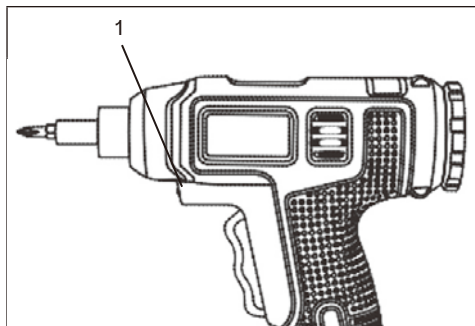

Fig. 6
La lampe de travail à DEL (1) s'allume automatiquement lorsque l'interrupteur est activé (figure 6). Elle s'éteint automatiquement lorsque la gâchette est relâchée.